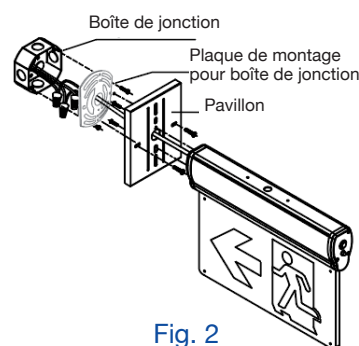

Fig. 2
4. Pour un montage en drapeau (Fig. 2) : retirer l'entrée défonçable latérale et faire passer les fils dans le compartiment de câblage du luminaire. Fixer le luminaire au pavillon à l'aide des vis.